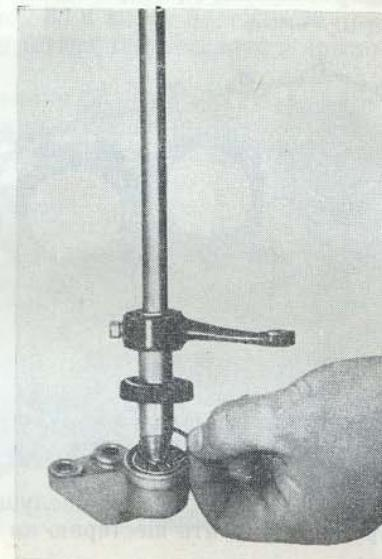

Рис. 130. Установка стопорного кольца сухарей
3. Застопорить вкладыши пружинным стопорным кольцом (рис. 130) и закрыть резиновой манжетой.